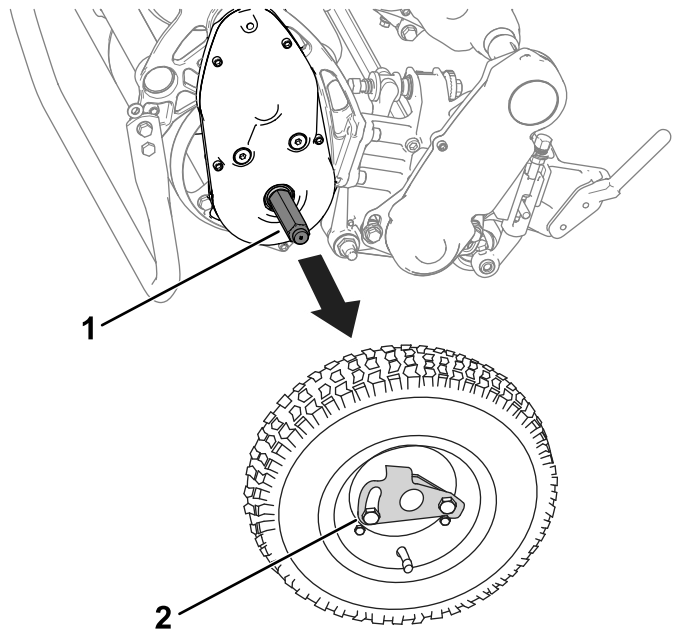

Figura 22
3. Îndepărtați roile de transport apăsând clemele de blocare a roilor în afara osiilor (Figura 22).